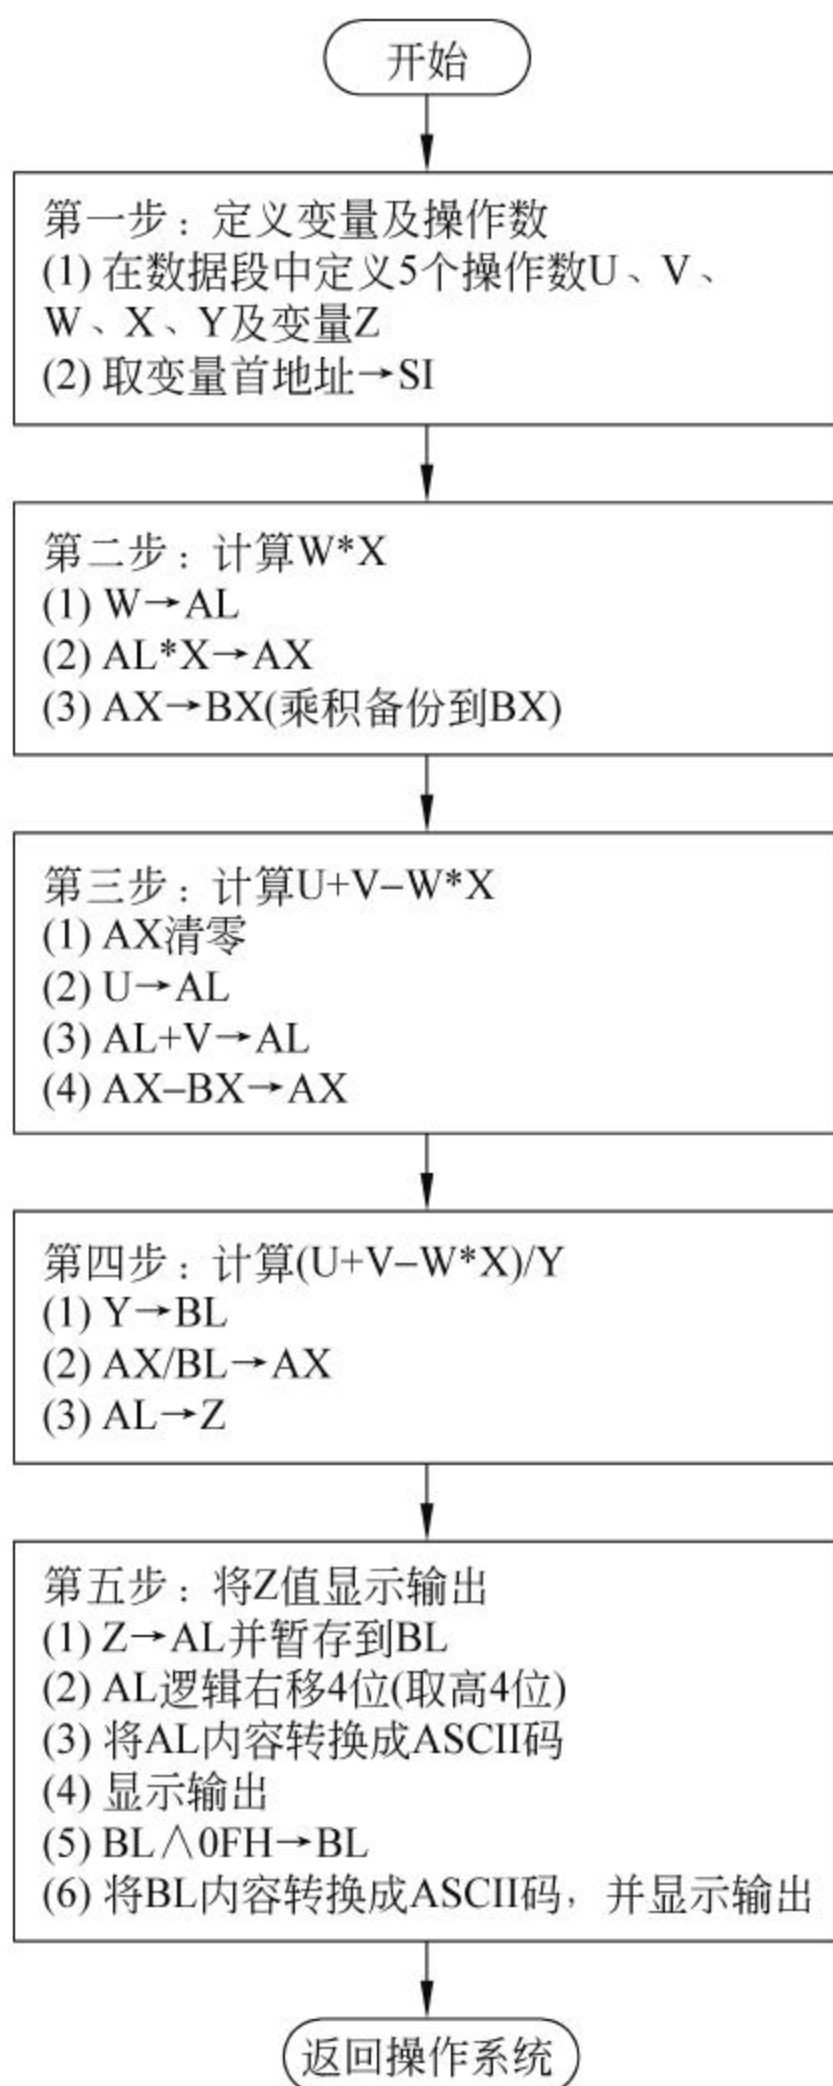

图 9-13 直线程序控制流程图
(1) 在 NUM 变量中定义了 5 个无符号字节数据 U、V、W、X、Y,再定义字节变量 Z。编写程序计算 $Z=(U+V-W * X)/Y$,并将结果输出显示在屏幕上。程序流程如图 9-13 所示。实验数据分别是: $U=09H, V=16H, W=02H, X=03H, Y=05H$ 。
(2) 若将上述 5 个字节数修改为: $U=70, V=23, W=42, X=17, Y=41$ 。重新运行,观察出现的现象并解释。